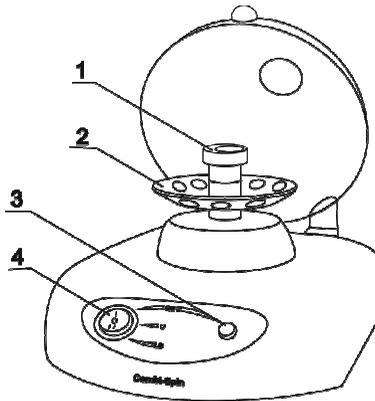

Fig.1 Vista generale
L'unità dispone di un meccanismo di fissaggio per tutti i tipi di rotori sopracitati; in 3-5 secondi, l'operatore può sostituire con facilità il rotore a seconda del tipo di provette da utilizzare. Per sostituire un rotore, (fig.1/2), tenerlo con una mano e ruotare la testa di agitazione (fig.1/1) in senso antiorario per poterlo estrarre. Sostituire il rotore e riavvitare la testa di agitazione.
- 4.2.1. Portare l'interruttore (Fig.1/4) in posizione I (**QS**, Quick Spin).
- 4.2.2. Aprire il coperchio e inserire un numero PARI di provette negli alloggiamenti del rotore (Fig.1/2) in modo che siano disposte una di fronte all'altra. Chiudere il coperchio.
- 4.2.3. Premere il pulsante **QS** (Fig. 1/3) per i processi di miscelazione/sedimentazione rapidi e tenerlo premuto per il tempo desiderato. Rilasciando il pulsante **QS** l'unità si fermerà automaticamente.
- 4.2.4. Portare l'interruttore (Fig.1/4) in posizione O (OFF).
- 4.3.1. Portare l'interruttore (Fig.1/4) in posizione I (**QS**).
- 4.3.2. Tenendo le provette con le dita per la parte superiore, inserire le provette spingendo delicatamente la parte inferiore nella cavità della testa di agitazione (Fig.1/1).
- 4.3.4. Portare l'interruttore (Fig.1/4) in posizione O (OFF).
- 4.4.1. Aprire il coperchio e inserire un numero PARI di provette negli alloggiamenti del rotore (Fig.1/2) in modo che siano disposte una di fronte all'altra. Chiudere il coperchio.
- 4.4.2. Per avviare la centrifugazione, portare l'interruttore (Fig. 1/4) in posizione II (**LS**, Long Spin).